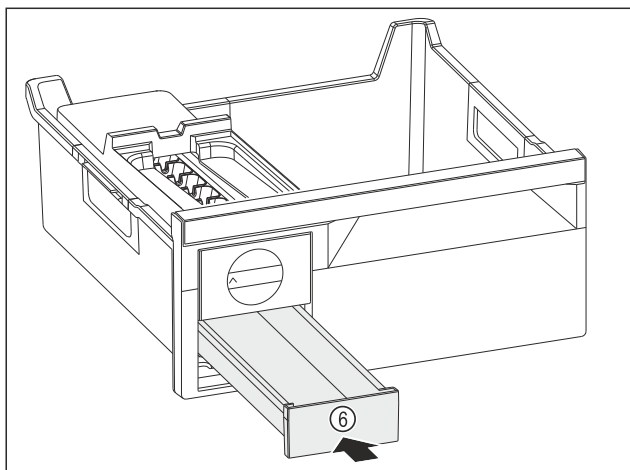

Fig. 217
- Skjut in iskublådan Fig. 217 (6).